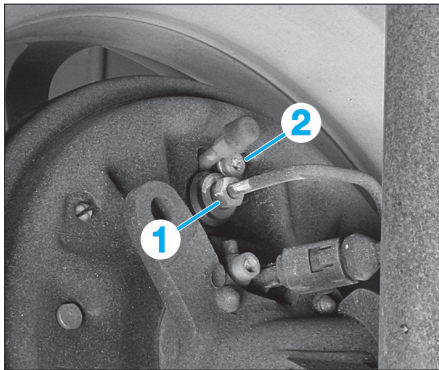

FIG. 8
- le cylindre de roue la canalisation de liquide de frein (1) (Fig.8),